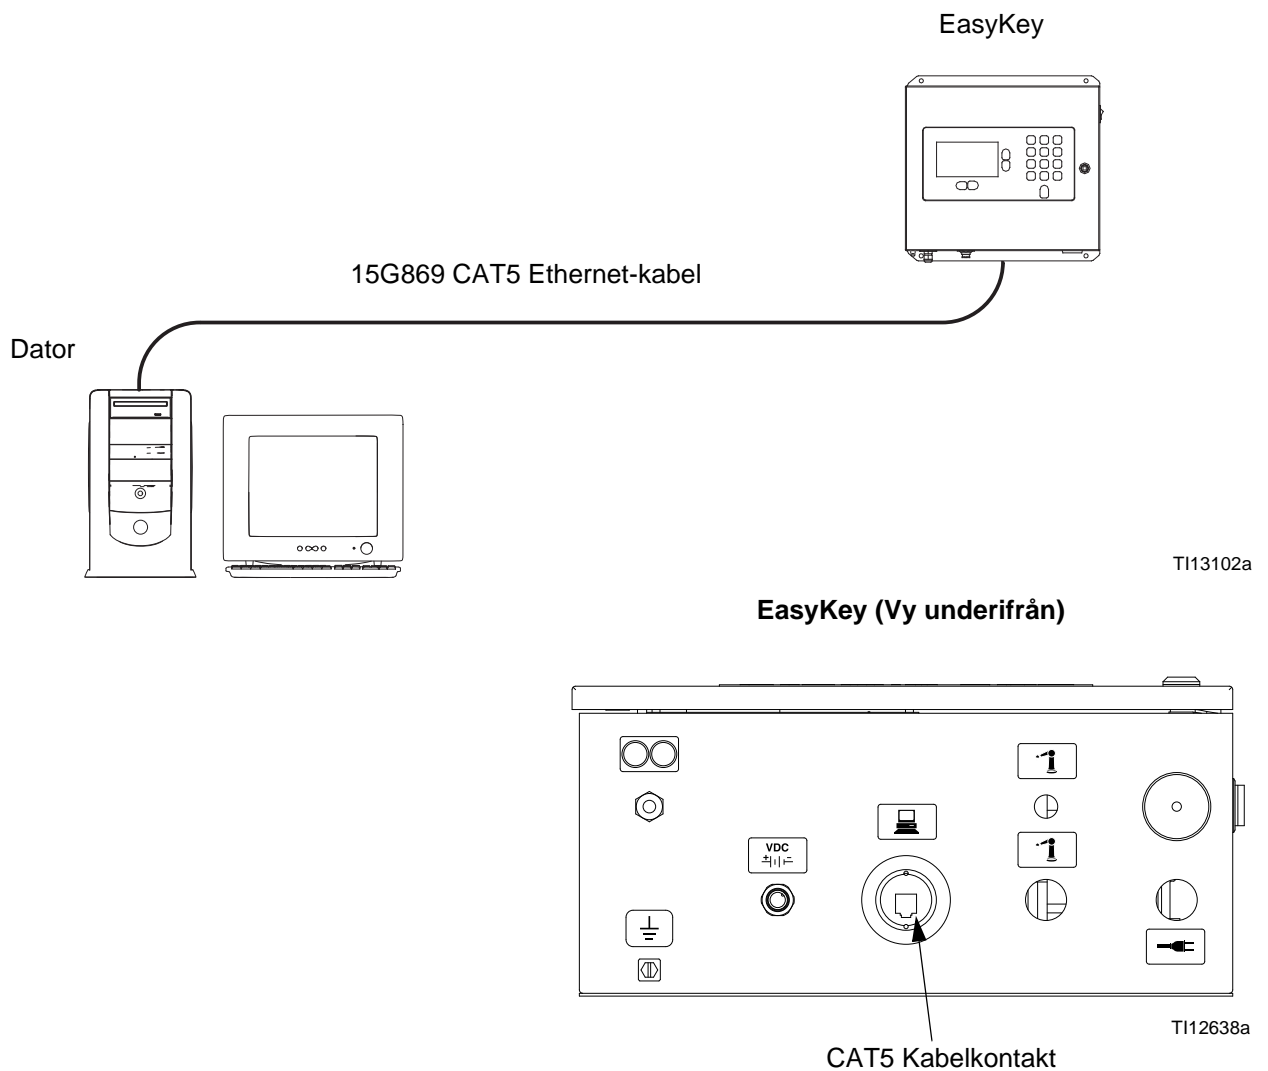

FIG. 7. ProMix 2KS/3KS-webbgränssnittsinkoppling
2. Anslut datorn direkt till EasyKey med 15G869 CAT5 korsad Ethernet-kabel som medföljer EasyKey, när du installerat ProMix-programmet. Se FIG. 7.
Från huvudskärmen för BWI (se FIG. 7) kan användaren välja Inställning, Programvara/Återställ eller Rapporter.